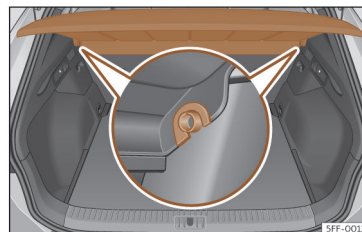

Fig. 184 Na bagageira: desmontar e montar a chapeleira.
- Desencaixe a chapeleira dos suportes laterais >>> **Fig. 184** puxando-a para cima e retire-a.
- Introduza a chapeleira horizontalmente fazendo coincidir a «fechadura» sobre o eixo dos suportes >>> **Fig. 184**, e pressione para baixo até que encaixe.